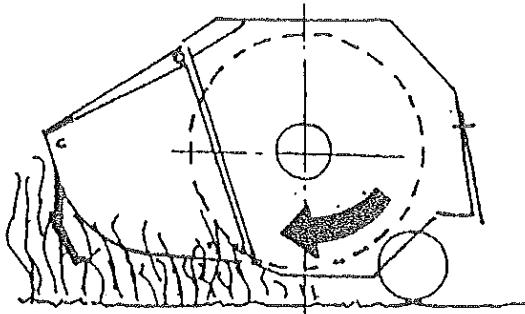

図 9
- ・ 牧草の刈り取り作業の場合、ナイフの回転方向は(図 9) のようになります。